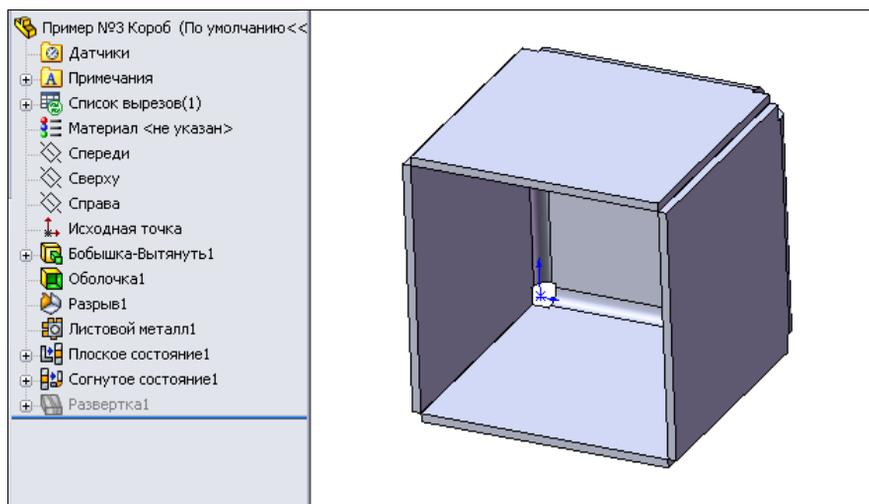

Рис. 4.51
- Нажмем кнопку **ОК** , и по периметру грани появятся скругления и рельефные подрезы (рис. 4.51). При этом в Дереве Конструирования появятся ветви: **Листовой металл1**, **Плоское состояние1**, **Согнутое состояние1** и **Развертка1**, т. е. тонкостенная деталь будет преобразована в деталь из листового материала.